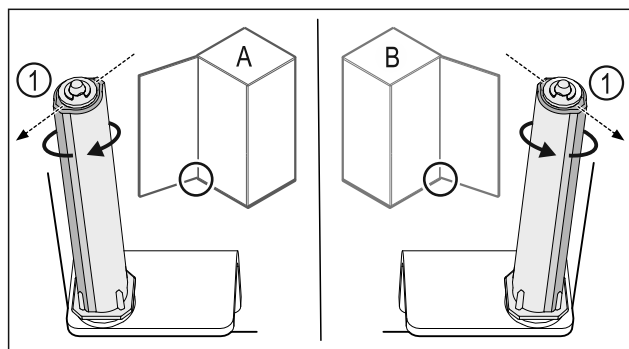

Fig. 49 Отваряне наляво (A) / отваряне надясно (B)
- ▶ Въртете затварящата система срещу съпротивлението, докато реброто на затварящата система Fig. 49 (1) сочи навън.